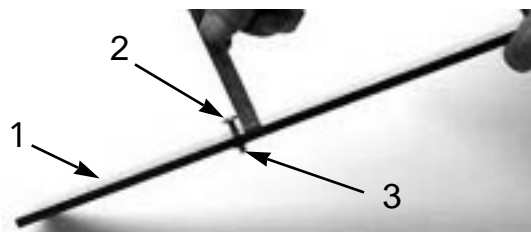

図 19
4. ゲージバー（図19）のナットをゆるめ、調整ネジを希望の刈り高に合わせる。ネジ頭の下からバーの表面までの距離が刈り高となる。